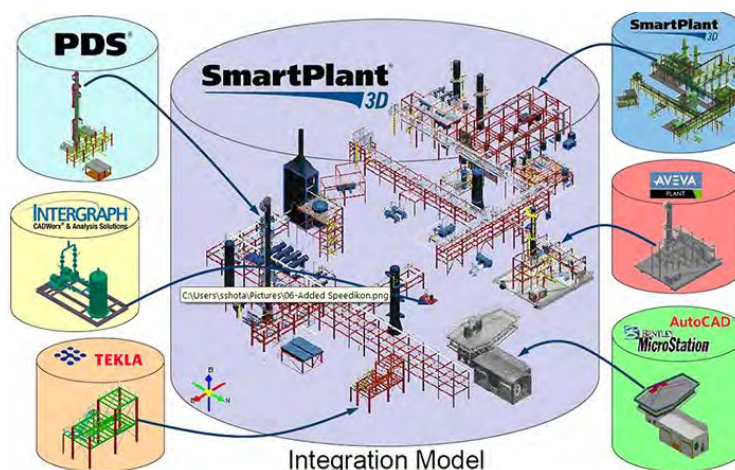

Рис. 3. Результаты проектирования, полученные при использовании различных платформ в составе единой интеграционной модели Intergraph® Smart 3D
- проектирование может вестись на различных платформах, но результат — не только геометрия, но и атрибутика — подключается к единой интеграционной модели (рис. 3). Причем, в зависимости от последующего использования данных, модель может «собираться» в Smart 3D, SmartPlant Review или SmartPlant Foundation.